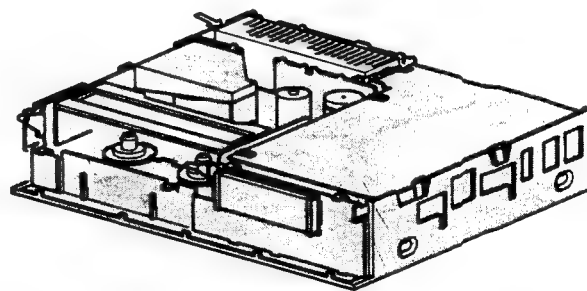

Fig. 2-4
- Die Gehäuseteile links und rechts von Netzteil ein wenig auswärts drücken. Nun lässt sich der ganze Netzteil JSM aus dem Gehäuse entfernen (siehe Bild 2-4).